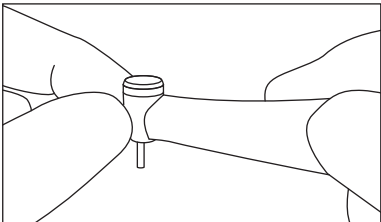

図 4
- 5) 回転停止後、ヘッド部に異常な発熱がないことを直接手で触って確認してください(図4)。